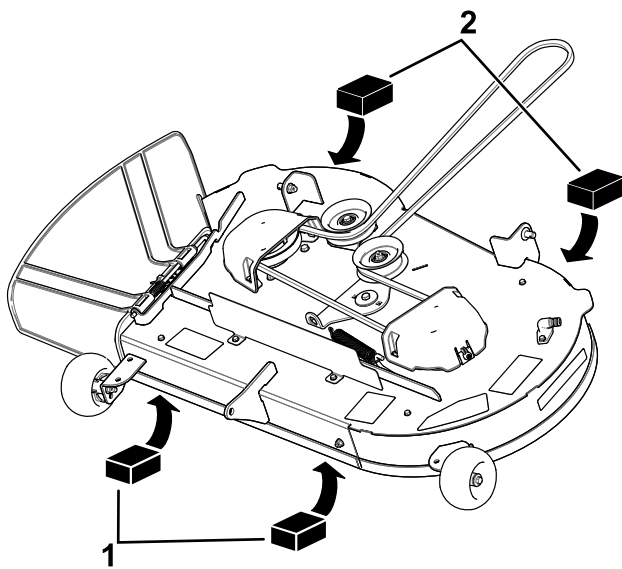
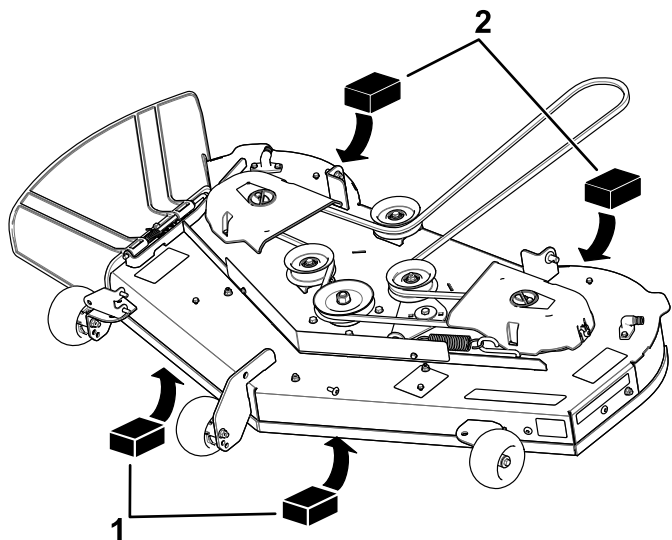

Bild 68
Bild 69
4. Legen Sie zwei 6,6 cm dicke Blöcke an jeder Seite unter die vordere Kante des Mähwerks, jedoch nicht unter die Halterungen der Antiskalpierrollen (**Bild 68** oder **Bild 69**).
5. Legen Sie zwei 7,3 cm dicke Blöcke unter die hintere Kante des Mähwerks, einen an jeder Seite des Mähwerks (**Bild 68** oder **Bild 69**).